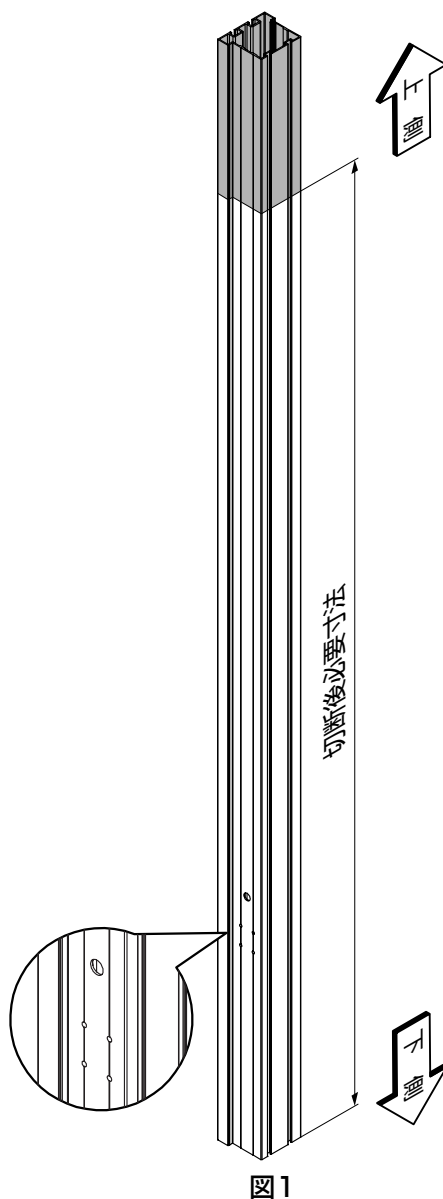

図1
- ① 段違い施工する本体の高さに合わせて、端柱および柱化粧材を切断してください。(図1, 表1-1参照)